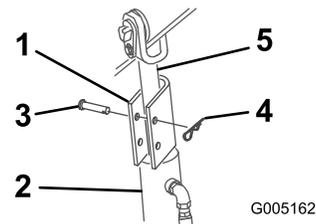

Figure 20
4. Posez un dispositif de blocage sur la tige de chaque vérin de levage (Figure 20).
5. Fixez chaque dispositif de blocage à l'aide d'un axe de chape et d'une goupille fendue (Figure 20).